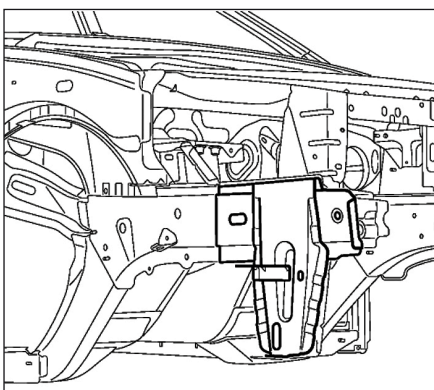

FIG.18
- Respecter la ligne de découpe (Fig.18).